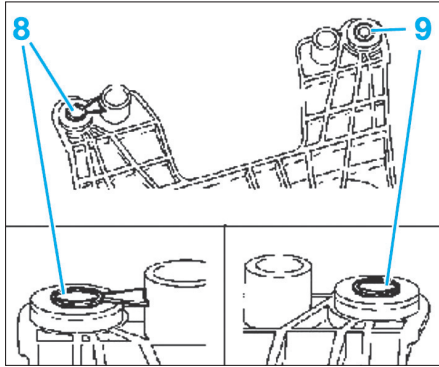

Fig. 18
- placer la douille de guidage avec languette (8) à gauche, à l'avant sur le boîtier sélecteur de vitesses (Fig.18),
- placer la douille de guidage sans languette (9) à gauche, à l'arrière sur le boîtier sélecteur de vitesses,